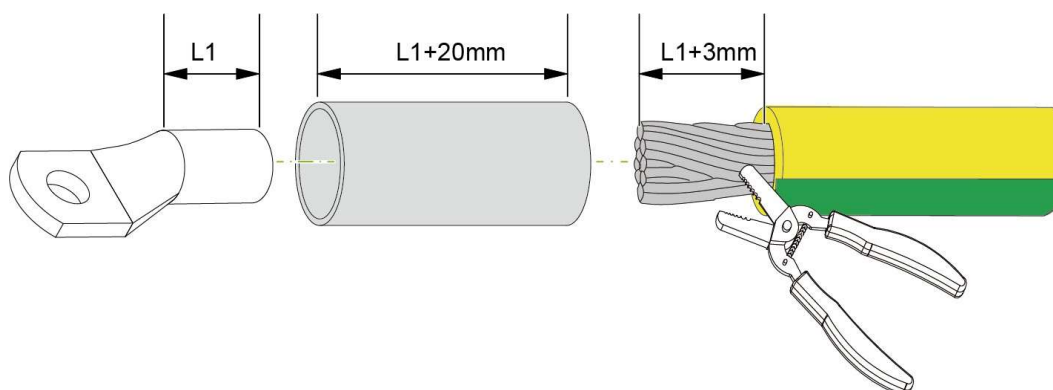
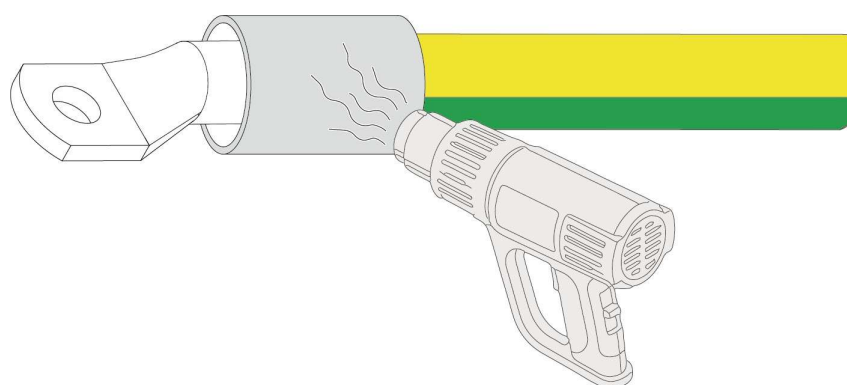

Figura 5-3 Terminal de aterramento
Figura 5-5 Selagem do tubo termorretrátil
2. Crimpe os terminais nos cabos da mesma forma que no cabo de aterramento; consulte a Figura 5-3 Terminal de aterramento ~ Figura 5-5 Sele o tubo termorretrátil.
3. Afrouxe e remova o parafuso de cabeça sextavada (1).